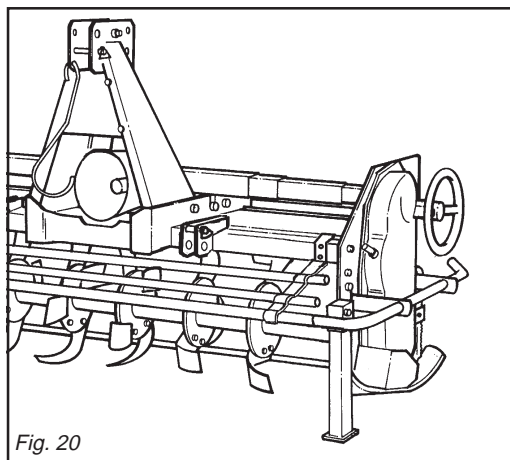

Fig. 20
- 1) Position the bearing stand as shown in the figure 20.
- 1) Den Stellfuß wie in der Abbildung 20 gezeigt anordnen.
- 1) Positionner le pied d'appui comme indiqué dans la figure 20.